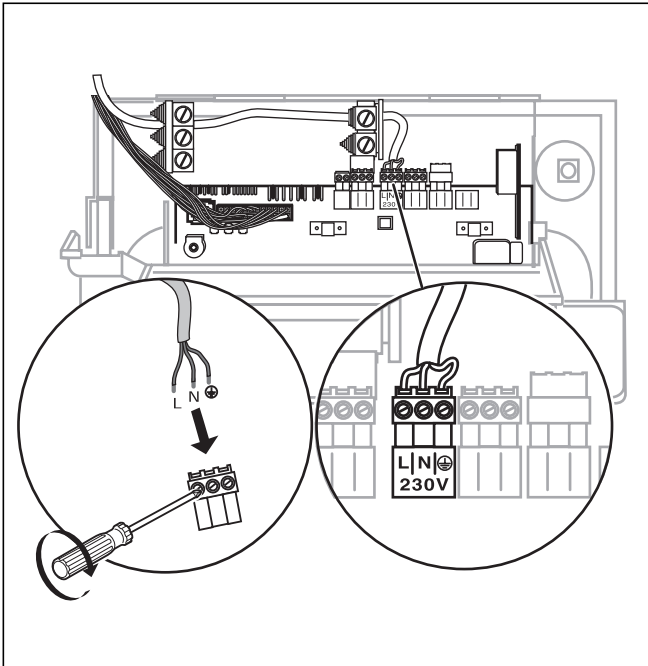

Abb. 5.1 Netzzuleitung anschließen
Die Netzzuleitung und alle weiteren Anschlusskabel (z. B. von der Heizungspumpe) können an den jeweils dafür vorgesehenen System ProE Steckern angeklemt werden (siehe Abb. 5.1 und 5.2).
- Schließen Sie die Netzzuleitung am Pro E-Stecker (siehe Abb. 5.1) fest an.